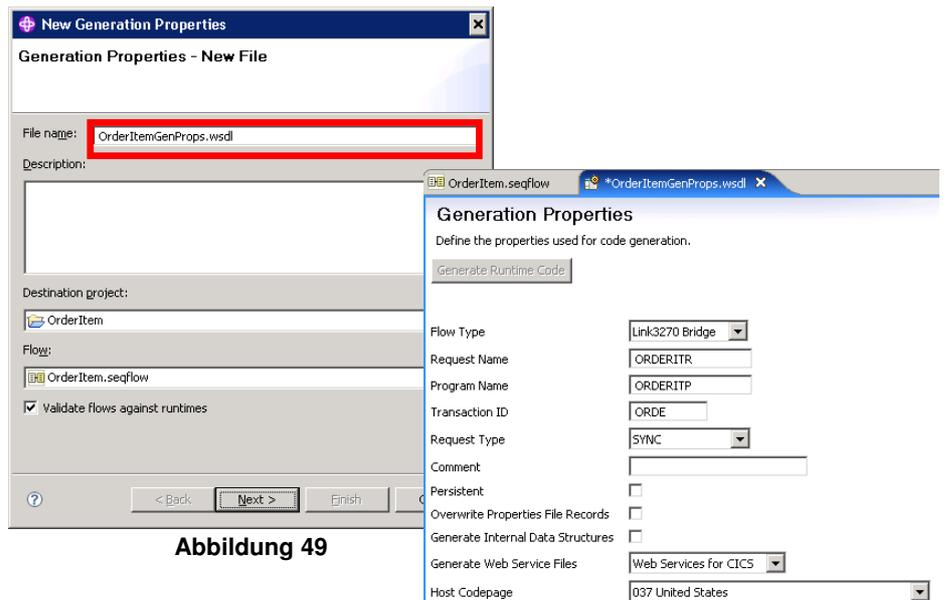

Abbildung 49
2. Im ersten Schritt des nun geöffnetem Wizards muss der Dateiname für das property file eingegeben werden. Wir wählen **OrderItemGenProps.wsdI** (Abbildung 49). Im Falle, dass mit mehreren Flows gearbeitet wird, besteht die Möglichkeit, für jeden ganz individuell solch ein property file anzulegen, bzw. zuzuordnen. Da wir hier nur mit einem Flow arbeiten, sollte standardmäßig das richtige Projekt (OrderItem) und der richtige Flow (OrderItem.seqflow) ausgewählt sein. Wir können nun mit **Next** zum zweiten Schritt wechseln.